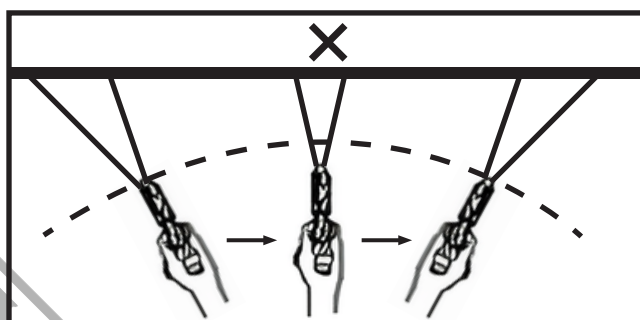

Fig. 2
- Evitați arcuirea (fig. 2) sau ținerea pistolului înclinat (fig. 3).